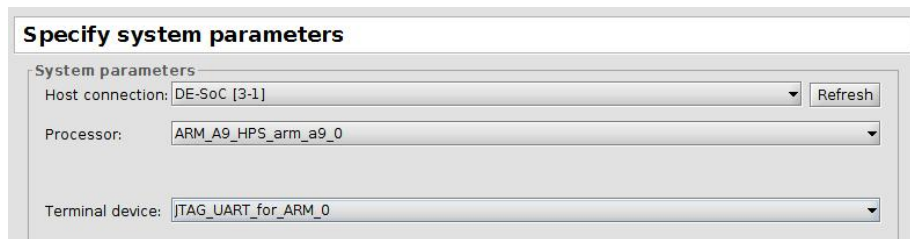

Рис. 39. Вкладка Specify System parameters
11. Вкладку *Specify System parameters* налаштуйте як на рис. 39.